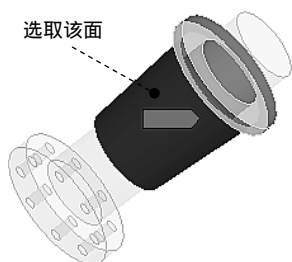
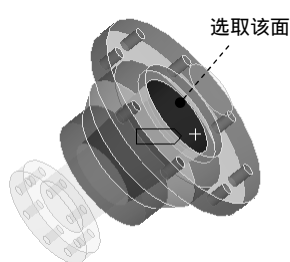

图 9.6.7 选取接触面
图 9.6.8 选取目标面
(2) 选取接触面和目标面。在图形区选取图 9.6.7 所示的模型表面为接触面对象，然后选取图 9.6.8 所示的模型表面为目标面对象。
(3) 定义接触属性。在“定义接触参数”对话框的 **Definition** 区域的 **Type** 下拉列表中选择 **Rough** 选项，在 **Geometric Modification** 区域的 **Offset** 文本框中输入数值 0.125，完成接触定义。